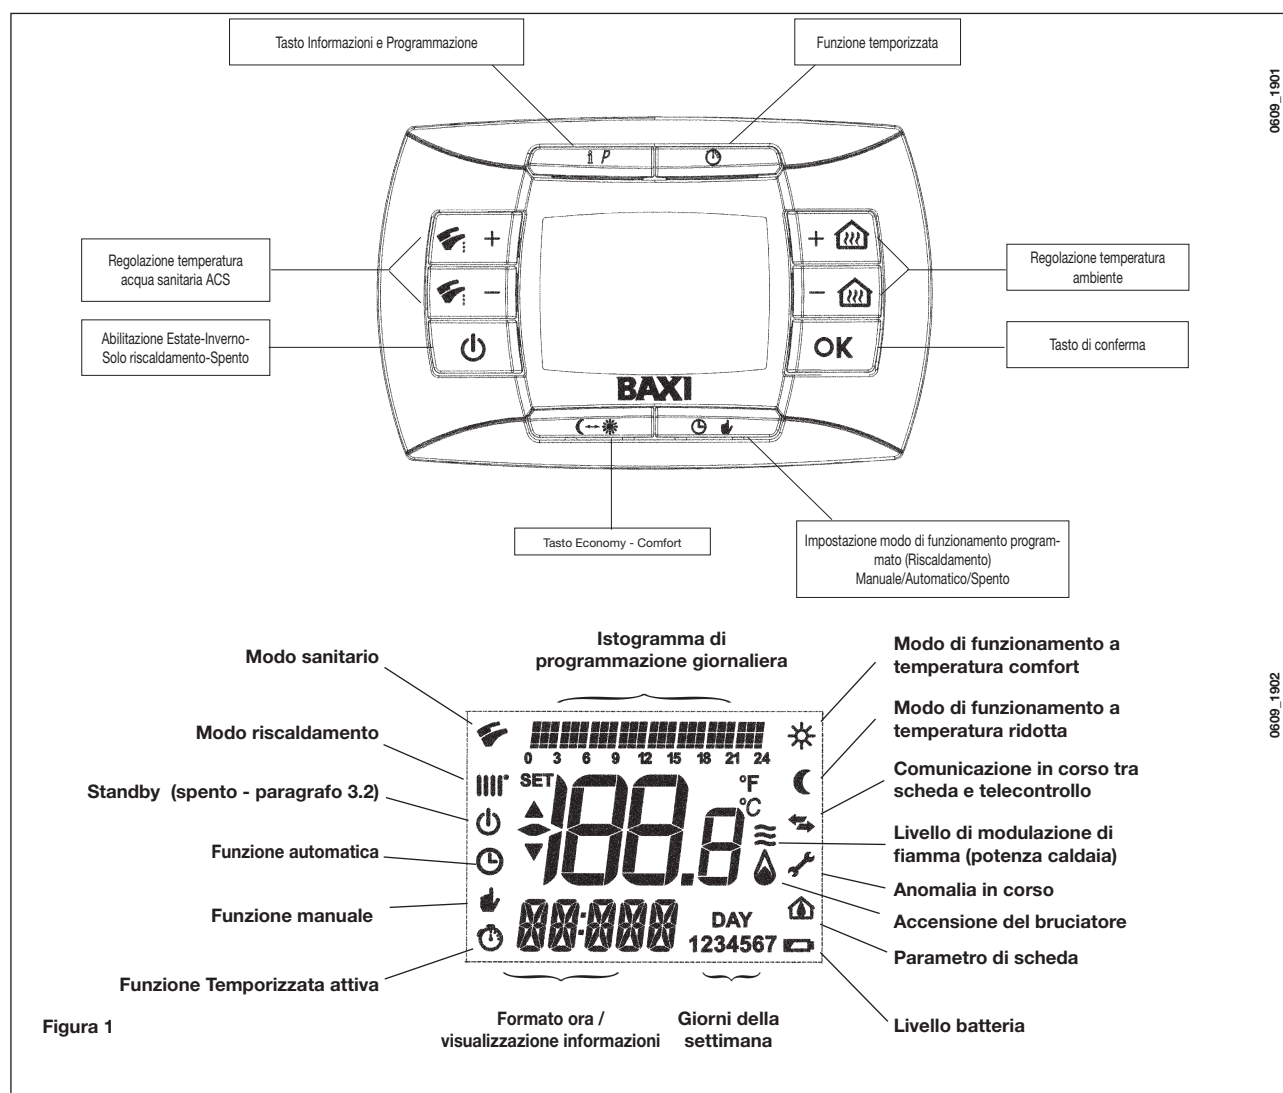

Figura 1
- Premere il tasto  del telecomando (figura 1) per impostare il modo di funzionamento della caldaia come descritto al paragrafo 3.2.
La regolazione della temperatura ambiente  e dell'acqua calda in sanitario , viene effettuata agendo sui rispettivi tasti +/- (figura 1).
Durante il funzionamento della caldaia in riscaldamento, sul display di figura 1 è visualizzato il simbolo () e la temperatura ambiente (°C).
Durante il funzionamento della caldaia in sanitario, sul display di figura 1 è visualizzato il simbolo  e la temperatura ambiente (°C).